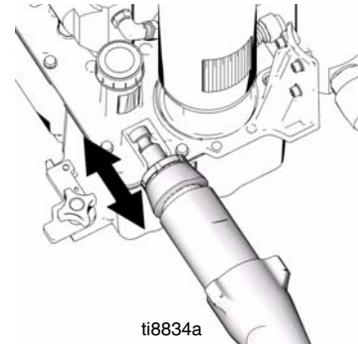

FIG. 20
1. (Fig. 20) Si fuera necesario, coloque el eje de la bomba en la pieza colada de ajuste para alargar el eje.